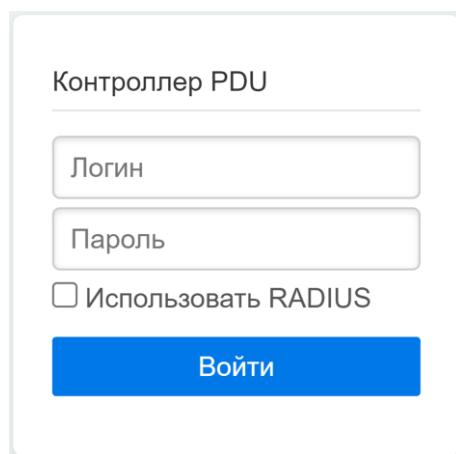

Рис. 4. Форма авторизации
6.1.3. Ввести учетную запись (логин) и пароль при подключении к Контроллеру (см. Рис. 4). Логин: **admin**. Пароль (по умолчанию):**12345**